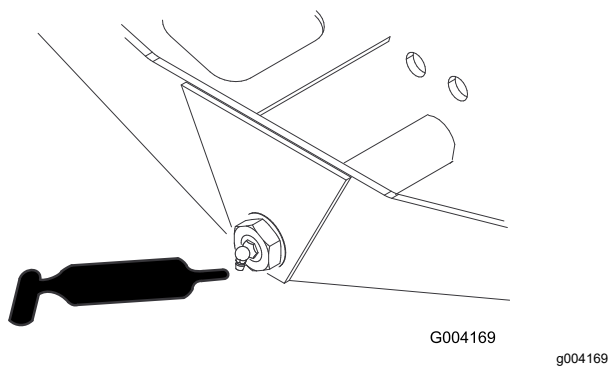

Рисунок 111
- Ось поворота моста (1 шт.) (Рисунок 111)